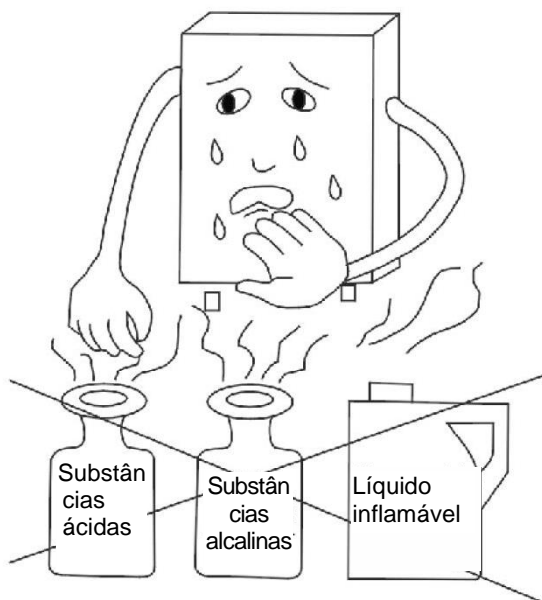

Fig. 13
- Não colocar objetos inflamáveis, como toalhas ou roupas, na saída ou na entrada de ar. (Fig. 13)